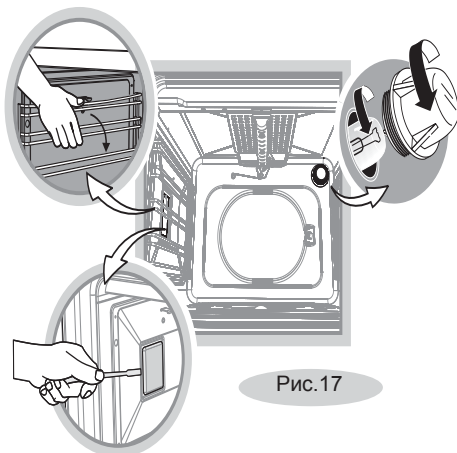

Рис. 17
- Открутите стеклянный плафон (рис. 17).
- Плафон боковой подсветки, при наличии, снимается с небольшим усилием. (рис. 17).